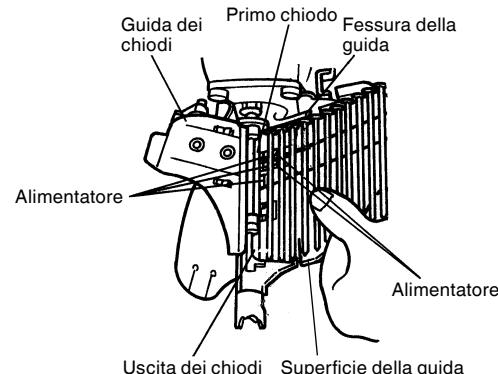

Fig. 5
- Caricate i chiodi nella guida chiodi. Srotolate la bobina dal caricatore. Inserite il primo chiodo nel foro guida e il secondo chiodo tra i due denti dell'alimentatore. Inserite il chiodo in modo che la sua testa entri nella fessura guida. (Vedi Fig. 5)